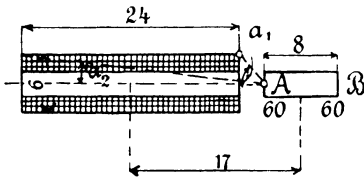

Abb. 45.
Abstand von Stab- und Spulenmitte 17 [26] (30) cm beträgt? (Abb. 45.)